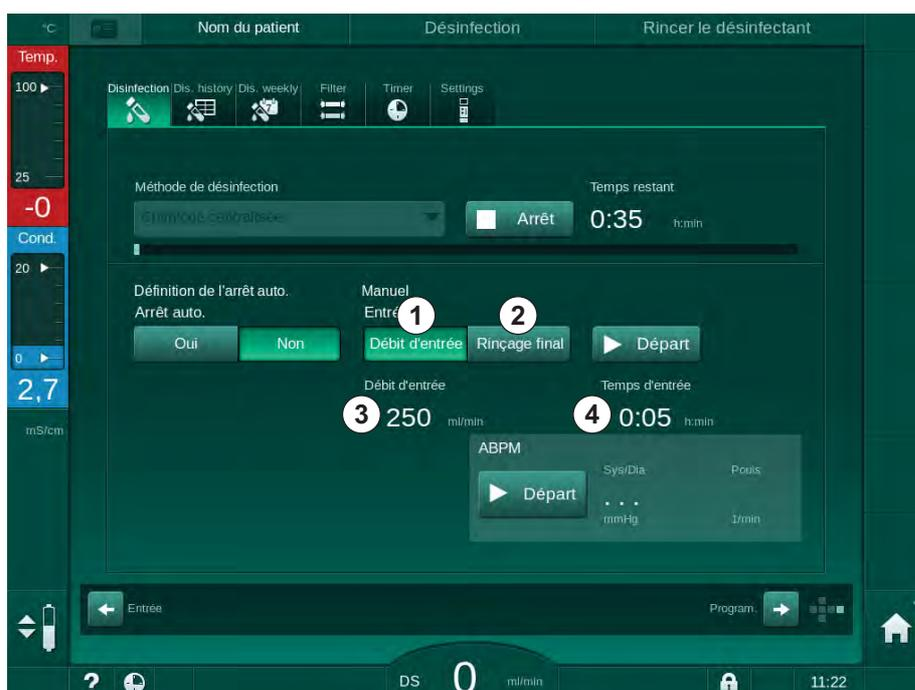

Fig. 7-10 Désinfection chimique centralisée manuelle
Durant la première partie de cette méthode de désinfection, le désinfectant est récupéré depuis l'alimentation centralisée en eau et pompé à travers l'appareil (Fig. 7-10, ① ). Le débit d'entrée ③ et la durée d'entrée ④ sont prédéfinis dans le mode *Configuration utilisateur*. L'alimentation sur l'entrée est arrêtée une fois la durée prédéfinie écoulée.